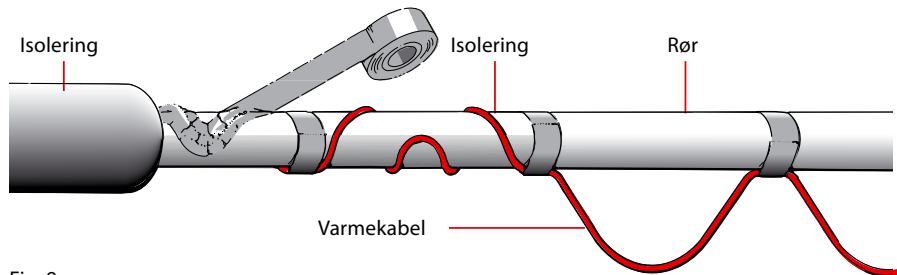

Fig. 9
2. Kablet fastgøres på røret i bølge- eller spiralform, se fig. 9.